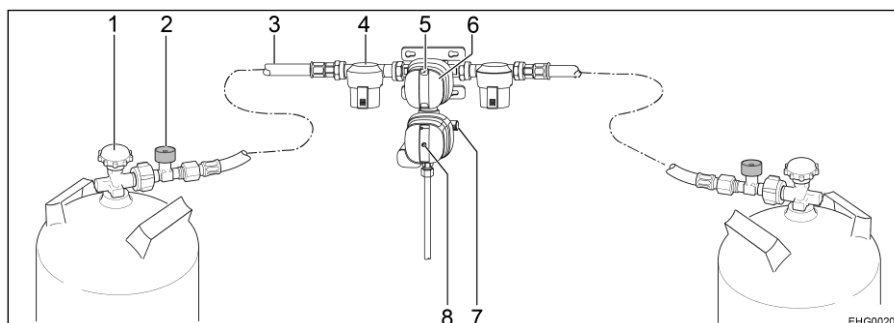

Fig. 83 Système de réglage de la pression de gaz de sécurité DuoControl CS
Le système de réglage DuoControl se compose d'une valve de commutation et d'un capteur de crash. Le système de réglage DuoControl est monté entre les tuyaux haute pression (Fig. 83,3) avec une sécurité de rupture de tuyau (Fig. 83,2). Un bouton rotatif (Fig. 83,6) situé sur la valve de commutation permet de définir laquelle des bouteilles de gaz est celle de service et laquelle est celle de réserve.
L'état de l'alimentation en gaz est affiché sur le regard (Fig. 83,5) :
Le capteur de crash coupe l'arrivée du gaz en cas de secousses importantes (par exemple accident). L'état de service du capteur de crash est reconnaissable à la position du bouton Reset jaune (Fig. 83,8) :
- Quand le bouton Reset jaune (Fig. 83,8) est enfoncé, le capteur de crash est opérationnel.
- Quand le bouton Reset jaune (Fig. 83,8) n'est pas enfoncé, le capteur de crash **n'est pas** opérationnel. Mise en service voir ci-dessous.
La sécurité de rupture de tuyau (Fig. 83,2) coupe l'arrivée de gaz quand le tuyau raccordé se rompt. La sécurité de rupture de tuyau s'active en appuyant sur la touche verte.
- Choisir la bouteille de gaz avec le bouton rotatif (Fig. 83,6) de la valve de commutation à partir de laquelle le gaz sera utilisé principalement (bouteille de service). Toujours tourner le bouton rotatif à fond.
- Ouvrir les robinets principaux (Fig. 83,1) des bouteilles de gaz.
- Appuyer sur la touche verte de sécurité de rupture de tuyau (Fig. 83,2) pendant environ 5 secondes. Le repère vert est affiché sur le regard (Fig. 83,5).
- Quand le capteur de crash s'est déclenché (le bouton Reset jaune (Fig. 83,8) n'est pas enfoncé) :
Enfoncer fermement le bouton Reset (Fig. 83,8), le tourner légèrement dans le sens des aiguilles d'une montre et le maintenir environ 5 secondes enfoncé. S'assurer que le bouton Reset reste en position enfoncée ("opérationnel").
- Fermer les robinets principaux (Fig. 83,1) des bouteilles de gaz.
Le voyant de contrôle vert (Fig. 84,6) s'éteint durant le fonctionnement et le voyant de contrôle rouge (Fig. 84,5) s'allume quand la bouteille de service est vide et doit être remplacée. Le repère rouge est indiqué sur le regard (Fig. 83,5) de la bouteille de gaz correspondante. La bouteille de réserve alimente les appareils à gaz.
- Tourner le bouton rotatif (Fig. 83,6) à fond en direction de la bouteille de gaz actuellement utilisée. Cette bouteille de gaz devient alors la bouteille de service, la bouteille vide devient celle de réserve. Le repère dans le regard (Fig. 83,5) passe du rouge au vert.
- Fermer le robinet principal (Fig. 83,1) de la bouteille de gaz vide. Observer le sens de la flèche.
- Appuyer sur la touche verte de la sécurité de rupture de tuyau (Fig. 83,2).